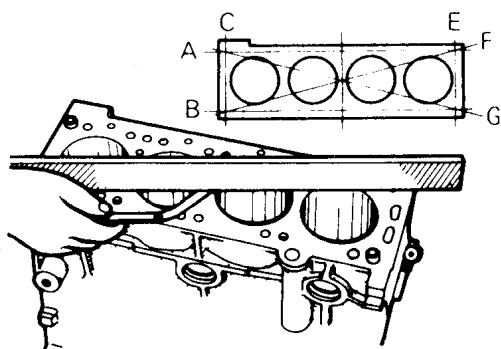

图 2-117 测量气缸体顶面平面度
(1) 目测检查有无刮痕、生锈和腐蚀部位,也可用裂纹检测试剂来进行这些检查。如问题明显,或修整或更换。
(2) 如图 2-117 所示,用直尺和厚薄规检查气缸体顶面的平面度,气缸体顶面平面度标准值为 0.05mm,极限值为 0.1mm。顶面应没有气缸盖垫片的残渣和其他杂物。